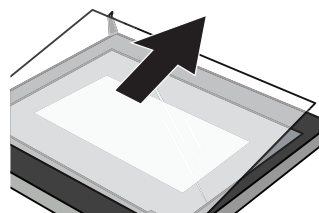

Figura 3
C. Spingere il doppio vetro (vetro interno) come indicato dalla freccia nella Figura 3 in modo da "sganciarlo" nella parte alta della porta. A questo punto è possibile rimuoverlo.